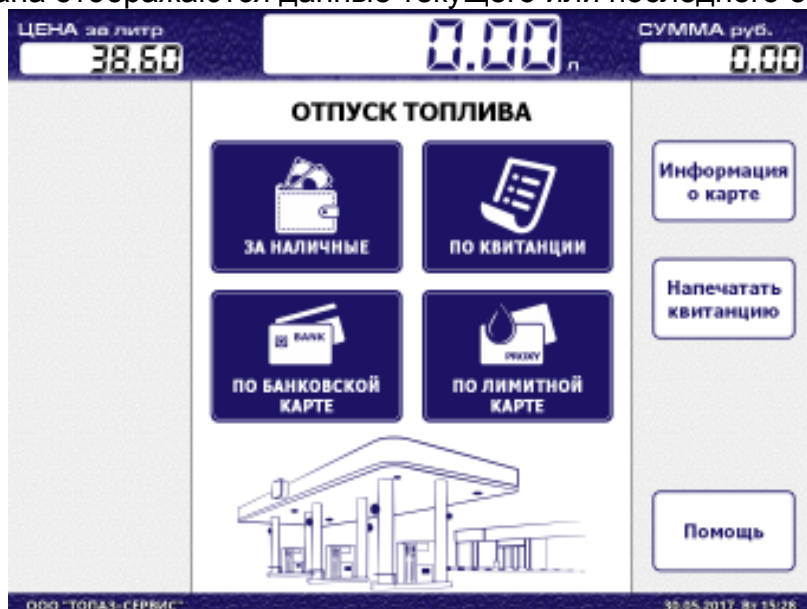

Рисунок 9
8.3 Когда терминал готов к работе на мониторе отображается главный экран с приглашением выбора действия (рисунок 9) – это свободное состояние терминала. Терминал переходит в это состояние при отсутствии действий пользователя в течение двух минут. В верхней части экрана отображаются данные текущего или последнего отпуска.